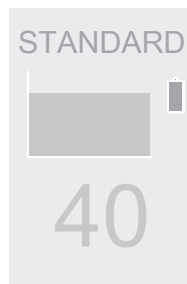

Bild 2
3. Wenn die Batterie voll geladen, ist zeigt das Handstück (Bild 2) an.